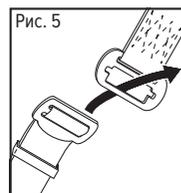

Рис. 5
- протяните по очереди набедренные лямки между ног и застегните пряжки (рис. 5–7). **Внимание!** Лямки не должны перекрещиваться!
СОЕДИНЕНИЕ ПРЯЖЕК НАБЕДРЕННЫХ ЛЯМОК (рис. 5–7)